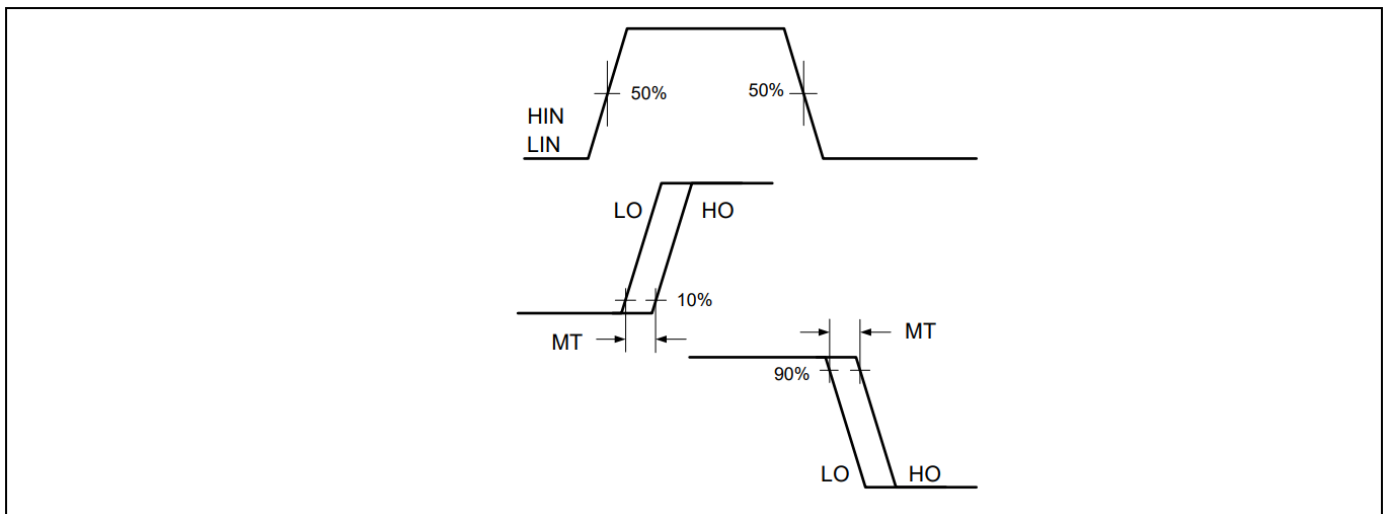

图 5 延迟匹配波形的定义
IGI60L2727B1M 采用传播延迟匹配电路设计。如图 5 所示，集成栅极驱动器 IC 的低边通道和高边通道在输出端对输入端信号的响应需要大致相同的持续时间（即 t_{ON} 、 t_{OFF} ）。最大差异由延迟匹配参数 (MT) 指定。集成栅极驱动器的传播导通延迟 (t_{ON}) 与传播关断延迟 (t_{OFF}) 相匹配。